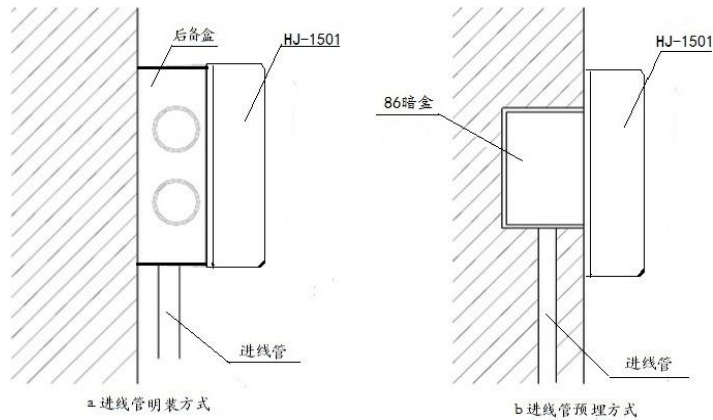

图 2 HJ-1501 安装示意图
- 首先用“—”字小改锥在盒体底部侧面小方孔处撬开，使盒体与方形塑料底板分离；然后用 2 只 M4×30 螺钉将方形塑料底板与 86 暗盒固定住，安装水平孔距为 60mm，安装方式如图 2 所示。